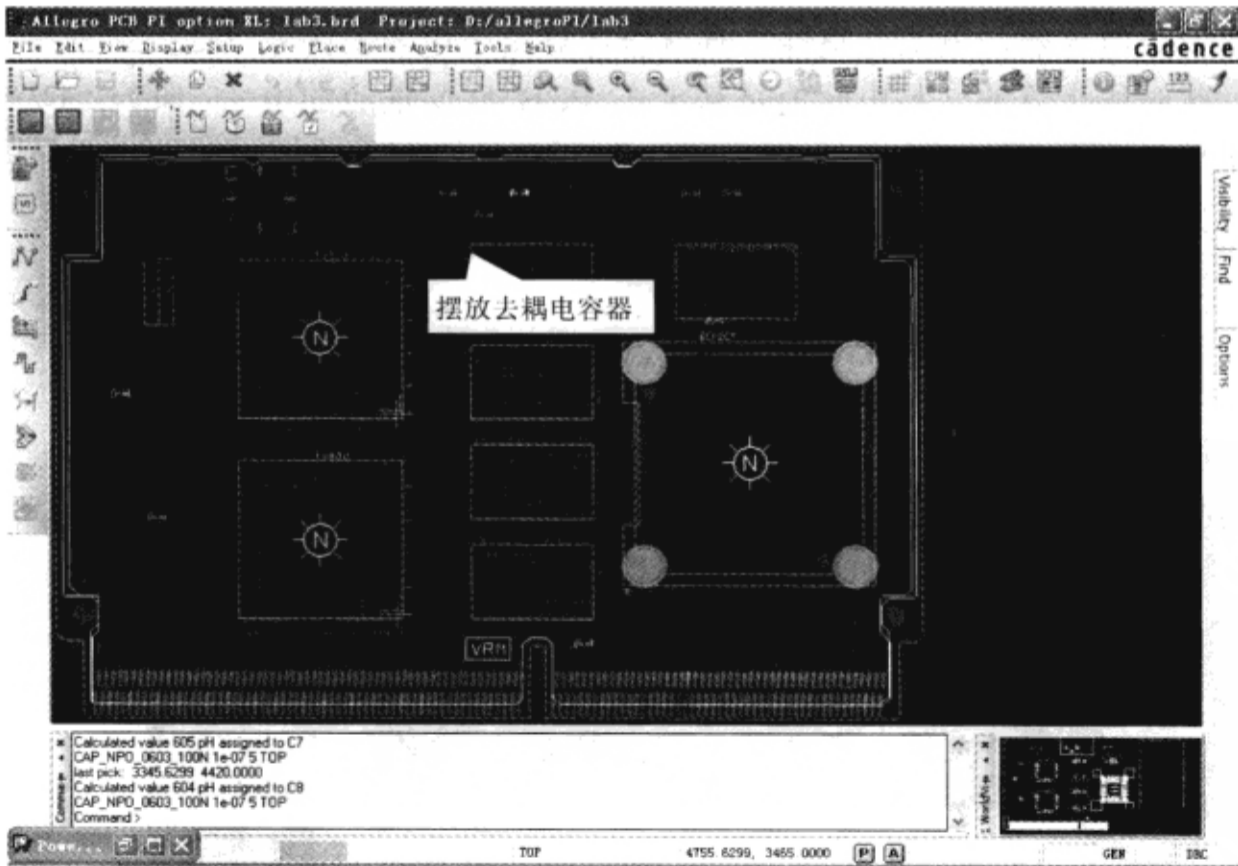

图 9-7-40 摆放 100 nF 去耦电容器
(6) 按照上面的步骤摆放剩下 3 个 100 nF 电容器，每摆放一个电容器，电源完整性工具就会计算这个电容器的表贴电感值。此时所计算的表贴电感值是基于 PCB 顶层摆放的电容器，如图 9-7-40 所示。